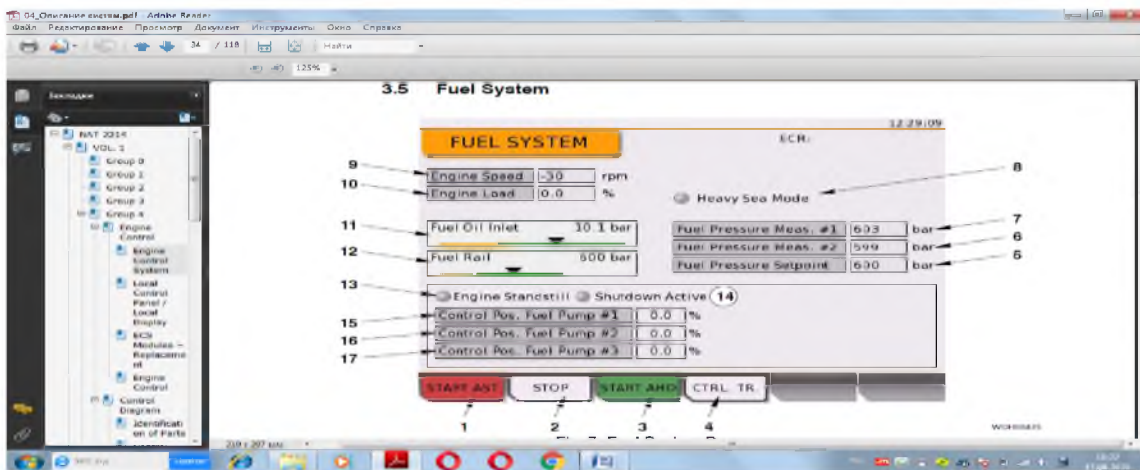

Рисунок 6 – Страница топливной системы
1) Нажмите CTRL. TR. кнопку (4, рис. 6), чтобы принять управление на LDU-20 на вашем расположении.